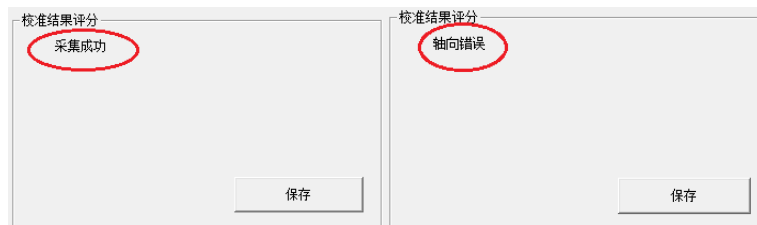

图 5-2-4
- (4) 按照下表 5-2-1 的姿态描述，将磁方位仪摆放在对齐位置 1，保持姿态静止，点击“记录非水平平面数据”栏里的“对齐位置 1”按钮。按照此方法记录剩余的采样位置数据。记录成功与失败都有对应的提示，见图 5-2-4。